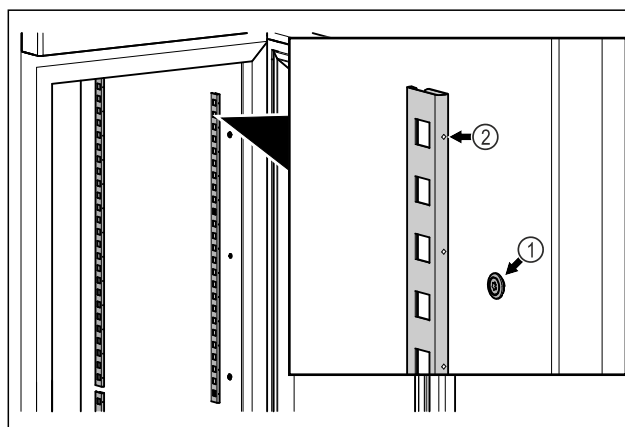

Fig. 85 Immagine a titolo di esempio
- Agganciare le barre di arresto in sospensione Fig. 85 (1). Il contrassegno Fig. 85 (2) deve essere rivolto in avanti.